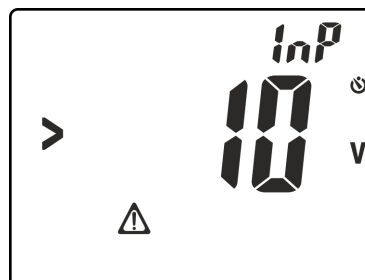

Fig. 27: Présence d'une tension sur les bornes d'entrée
8. Cliquer sur la touche **GO/HOLD** pour activer l'essai. Il est possible d'afficher la page-écran de Fig. 27 à l'écran pour signaler la présence d'une tension **>10V** sur les bornes d'entrée, qui bloque le déroulement du test